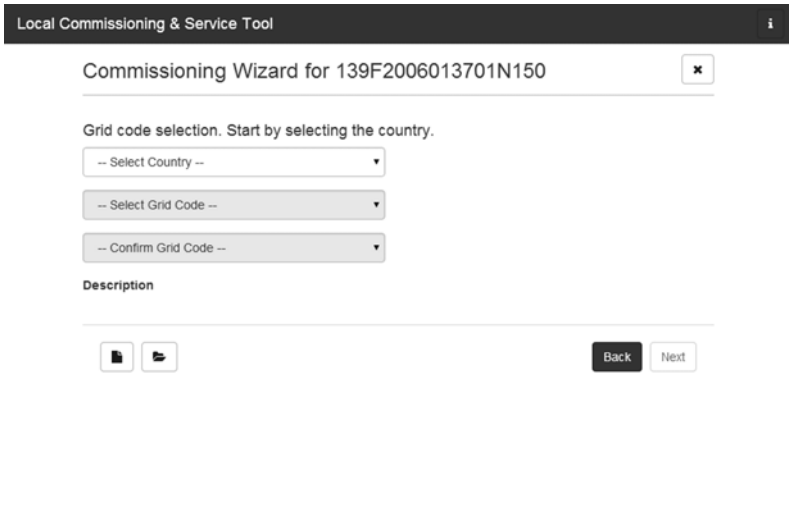

Abbildung 5.6 LCS-Tool - Land und Grid-Code auswählen
Grid-Code durch Anklicken der Schaltfläche **[Load]** laden. Siehe Abbildung 5.6. Die Schaltfläche **[Create]** ist inaktiv und kann nicht verwendet werden.
7. Wählen Sie das gewünschte Land aus der Liste der verfügbaren Optionen für die Wechselrichter im Netzwerk. Siehe Abbildung 5.6.